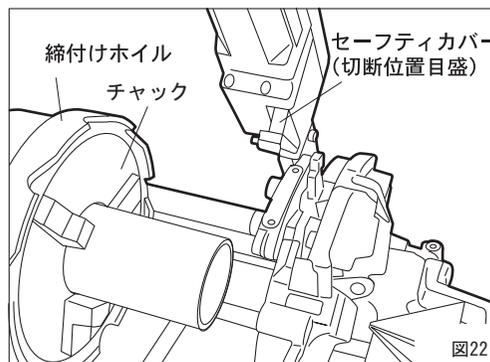

図22
- ① 切断するパイプは必ずしっかりとチャッキングしてください。
- ② セーフティカバーの切断目盛を切断位置に合わせ、パイプマシンのスイッチをONにしてください。(図22)